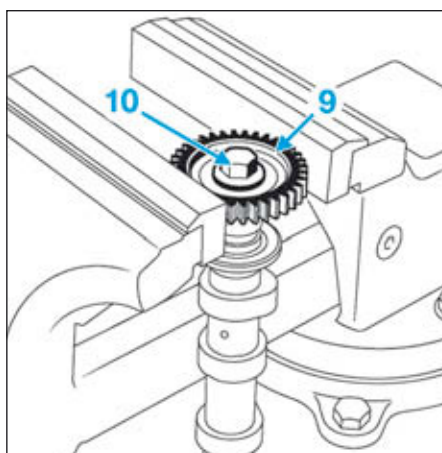

FIG.30
- Immobiliser le pignon (9) (Fig.30) d'entraînement de pompe haute pression à l'aide d'un étau muni de mordaches.
- Déposer la vis (10) du pignon tout en maintenant l'arbre à cames (côté échappement) à la main.